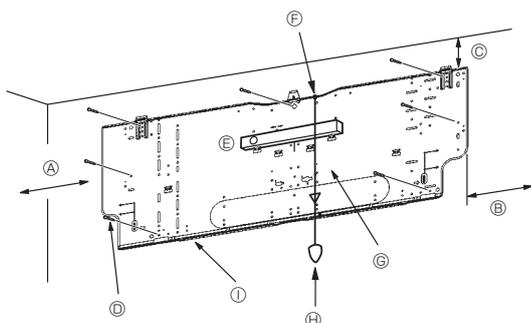
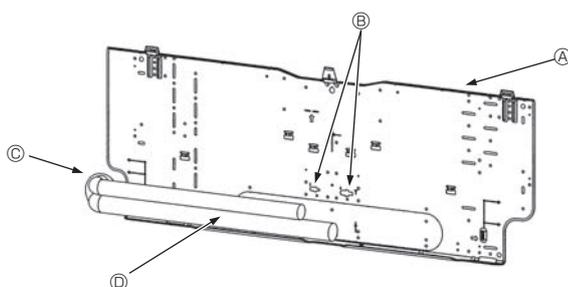

Fig. 3-4
Fig. 3-5
■ PKA-RP60, 71, 100KAL (Fig. 3-4)
- Ⓓ Bevestigingsschroeven (4 × 25) ②
- Ⓘ Ophangplaat ①
3.3. Bij het inbrengen van de pijpen in de muur (Fig. 3-5)
- Ⓐ Ophangplaat ①